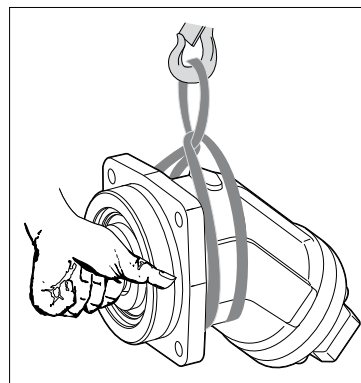

Fig. 5 : Transport avec élingue
- ▶ Placez l'élingue autour de l'unité à pistons axiaux de façon à ce qu'elle ne passe pas sur les pièces rapportées (par ex. valves), et de façon à ce qu'elle ne soit pas supportée par les pièces rapportées (voir fig. 5).